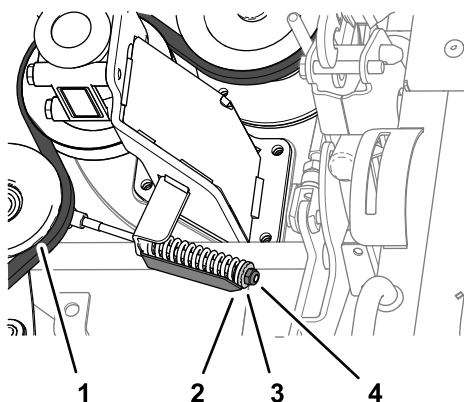

Bild 133
4. Lösen Sie die Klemmmutter der Riemenstanzvorrichtung, bis Sie den Riemen von der Riemenscheibe der Riemenstanzvorrichtung ziehen können (Bild 133).
2. Ziehen Sie die Klemmmutter an, bis der Pfeil der Spannungsanzeige mit der äußeren Kante der Scheibe ausgefluchtet ist (Bild 133).